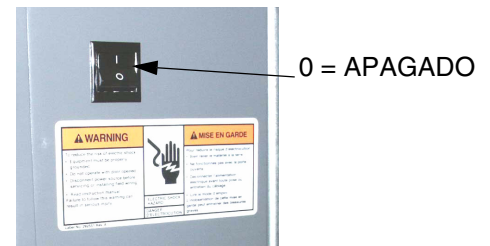

FIG. 10
4. Apague el ProMix™ Auto (posición 0). FIG. 10.